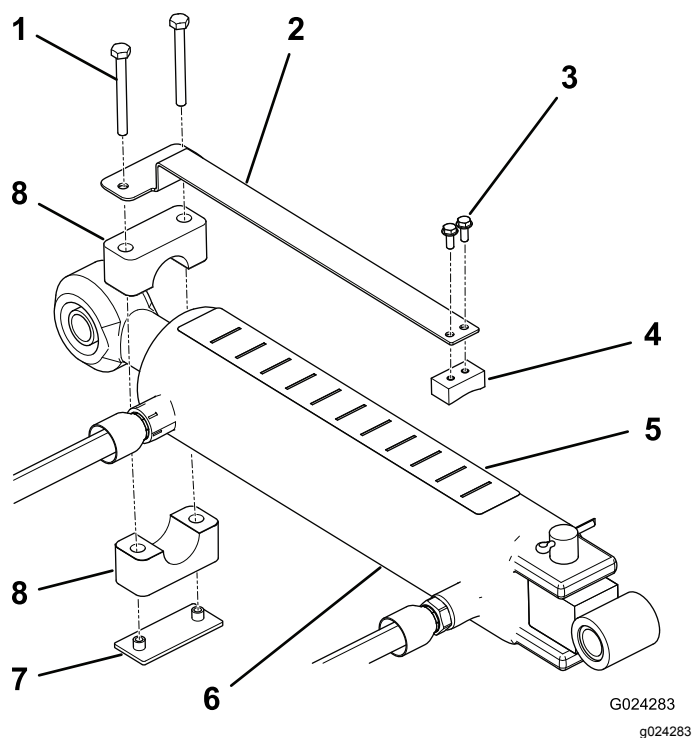

Figure 8
1. Montez la jauge de profondeur sur le côté plat du bloc coulissant au moyen de 2 vis d'assemblage (n° 10 x 1/2"), en plaçant les composants comme montré à la Figure 8.
2. Au moyen du collier de tube, de la plaque soudée et de 2 vis (1/4" x 2 1/2"), fixez légèrement la jauge de profondeur au côté tige du vérin d'attelage supérieur (Figure 8). Ne serrez pas trop les colliers pour leur permettre de pivoter à la position voulue.
4. Apposez l'autocollant au sommet du vérin dans un endroit visible depuis la position de conduite, mais qui ne gêne pas les flexibles hydrauliques ou autres composants (Figure 8). Dirigez le côté de l'autocollant portant la lettre « J » vers l'aérateur.